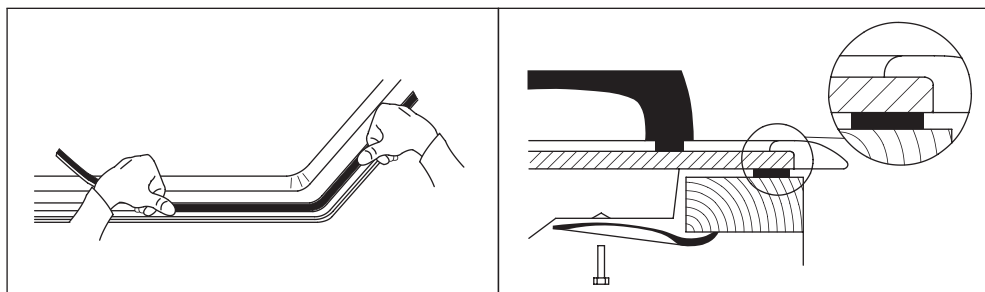

Рис. 3. Установка уплотнителя и фиксаторов
7. Схема крепления варочной поверхности показана на Рис. 3. Для надежного крепления варочной поверхности используйте фиксаторы.